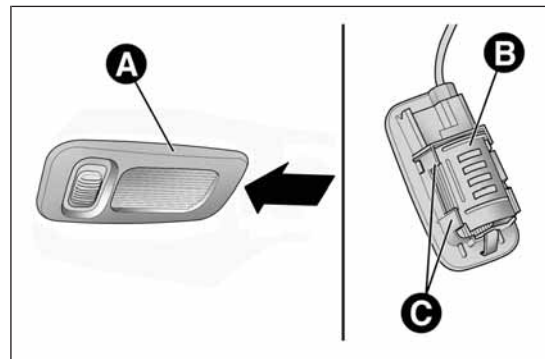

fig. 148
- ☐ bajar la visera parasol y sacar el plafón A fig. 148 haciendo palanca en el punto indicado por la flecha;
- ☐ volver a montar la protección B fig. 148 introduciéndola correctamente entre las aletas C;